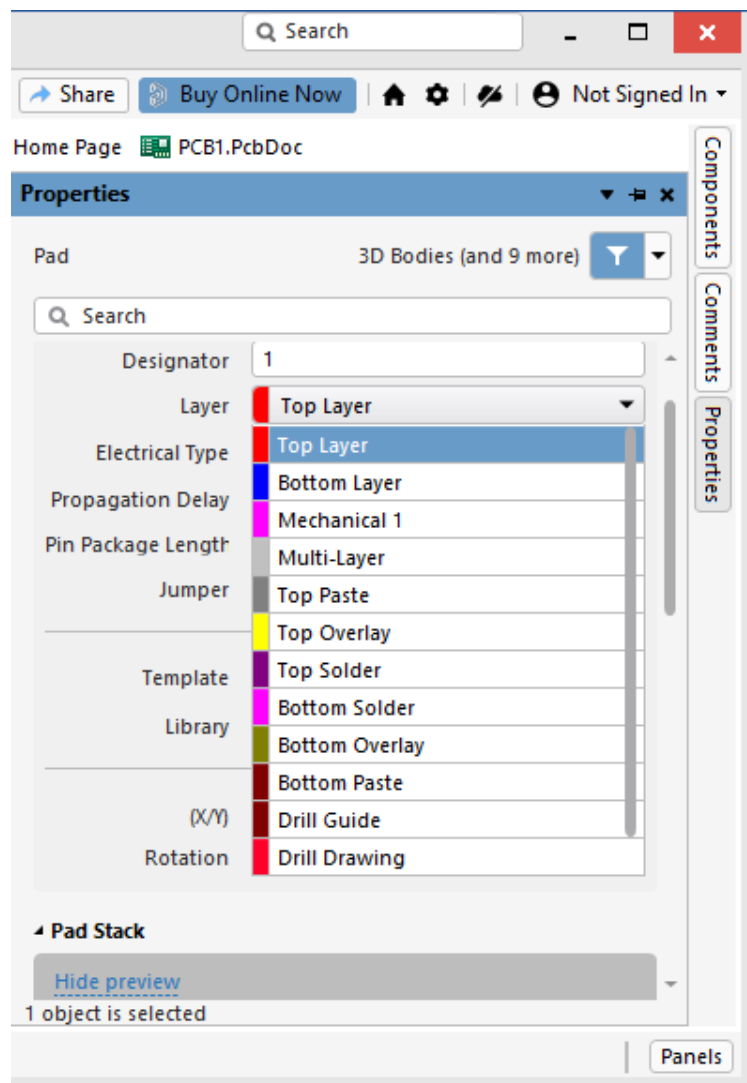

Рис. 1.20. Слои посадочного места
2. Слои (*layer*). Чаще всего на плате используют два слоя. В нашем примере это *Top Layer* для контактных площадок поверхностного монтажа. Для навесного монтажа (со штырьковыми компонентами) обычно используется *Multi-Layer* (рис. 1.20).